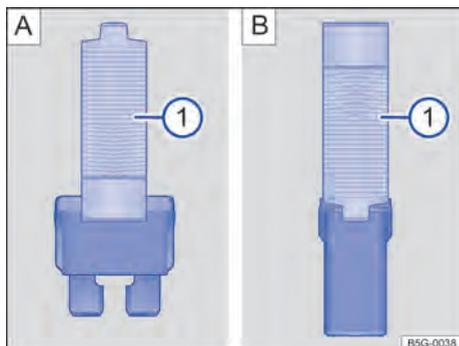

Fig. 198 Retirar ou colocar o fusível com a pinça de plástico: A) fusível plano, B) fusível de bloqueio.
- Se necessário, retirar a pinça de plástico → Fig. 198 ① da cobertura da caixa de fusíveis.
- De acordo com a versão do fusível, colocar as garras adequadas do alicate plástico → Fig. 198 A) ① ou → Fig. 198 B) ① lateralmente no fusível.